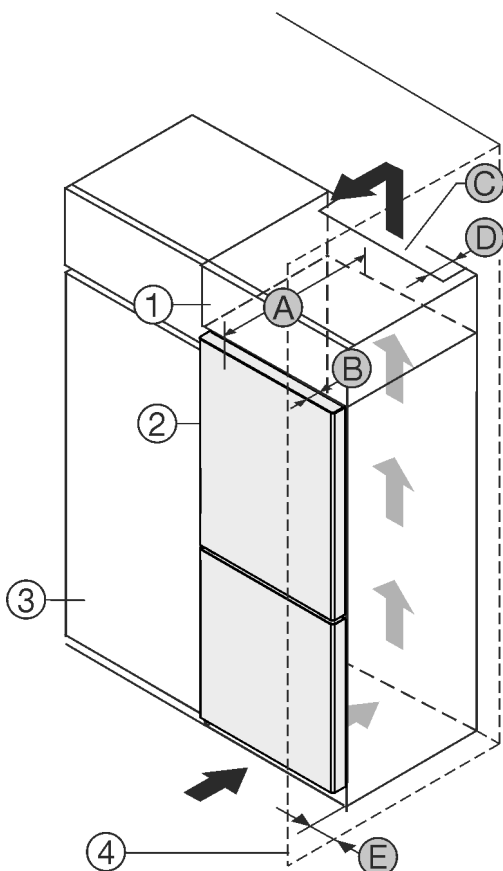

Fig. 1
Amplasați aparatul direct lângă dulapul de bucătărie Fig. 1 (3).
În partea din spate a dulapului suspendat trebuie să existe o fantă de aerisire cu grosimea Fig. 1 (D) pe toată lățimea dulapului suspendat.
Sub tavanul încăperii trebuie să fie respectată secțiunea de ventilație Fig. 1 (C).
Atunci când aparatul este montat cu balamalele lângă un perete Fig. 1 (4), distanța dintre aparat și perete trebuie să fie de minim 13mm.
Atunci când aparatul este montat cu balamalele lângă un perete Fig. 1 (4), distanța dintre aparat și perete trebuie să fie de minim 20mm.
Pentru a putea deschide complet ușa, aparatul trebuie să fie proeminent cu cel puțin adâncimea ușii Fig. 1 (B) față de suprafața frontală a dulapului de bucătărie. În funcție de adâncimea dulapurilor de bucătărie Fig. 1 (3) și utilizarea distanțierelor de perete, aparatul poate ieși mai mult în afară.\*